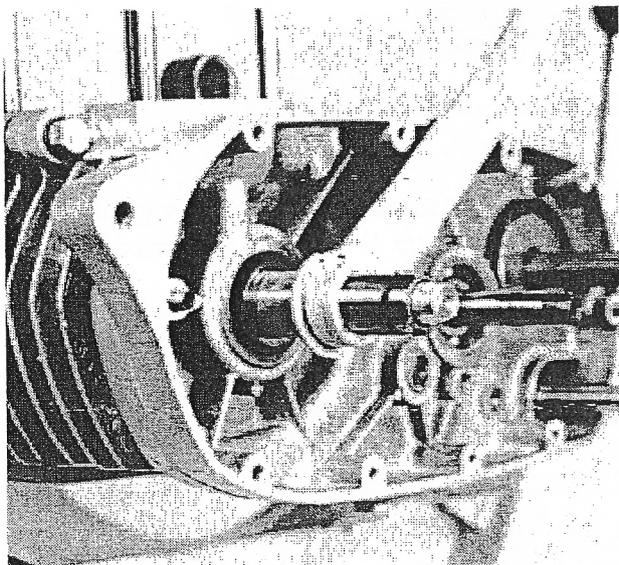
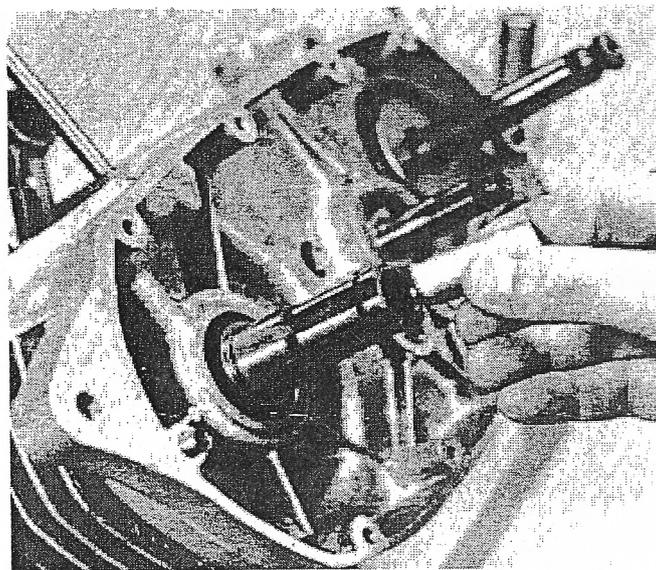

FIG.10
FIG.11
15. El eje de la transmisión elástica esta colocado a presión en el eje del cigüeñal. Necesitarás usar varias herramientas especiales Ossa para quitarlo. Primero, atornilla el protector de rosca, N° 999-214, en la rosca del cigüeñal (Fig 10). Pon entonces la llave N° 999-215 en el eje de la transmisión primaria (Fig 11).